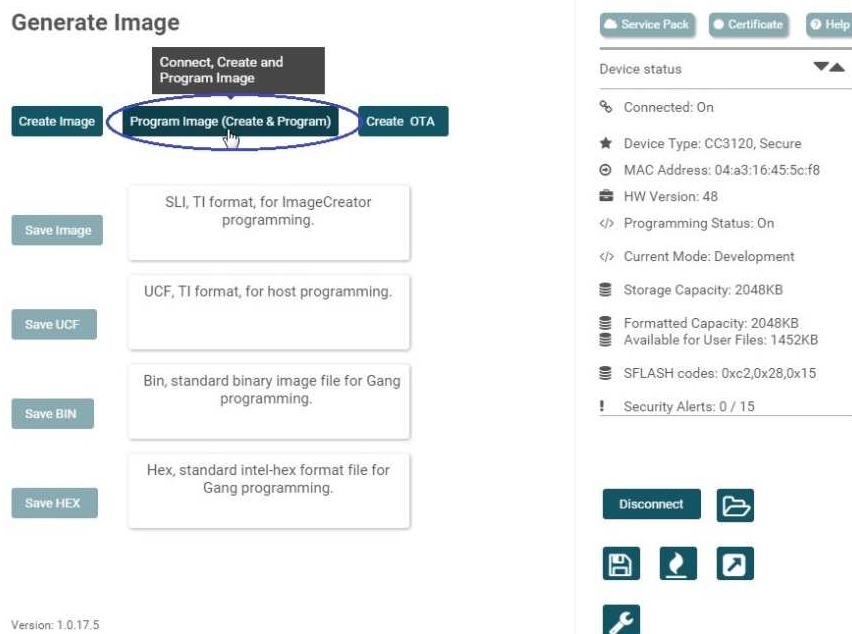

图 12. UniFlash 程序映像
12. 单击中间的程序映像 (Program Image) 按钮，创建映像并开始烧录（请参见图 12）。此操作可能需要一段时间才能完成。此过程结束后，会显示确认对话框。